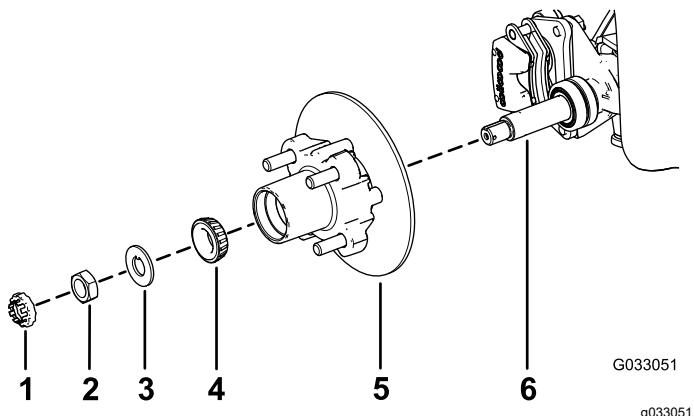

Figura 26
1. Aplique una ligera capa de la grasa especificada en el eje (Figura 26).
2. Monte el cubo y el rotor en el eje con el rotor hacia dentro (Figura 26).
3. Monte el cojinete exterior en el eje y acople el cojinete al anillo de rodadura exterior (Figura 26).
4. Monte la arandela con pestaña en el eje (Figura 26).
5. Enrosque la tuerca en el eje y apriétela a 15 N·m (11 pulgadas-libra), mientras gira el cubo para acoplar el cojinete (Figura 26).
- 2. Alinee las pastillas de freno en cada lado del rotor (Figura 22) y los orificios del soporte de la pinza con los orificios en el montaje del freno del eje (Figura 26).